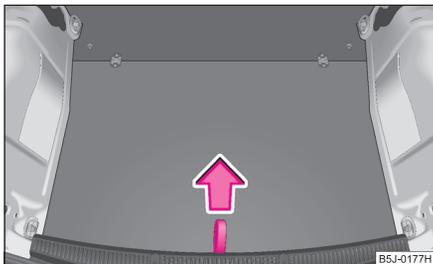
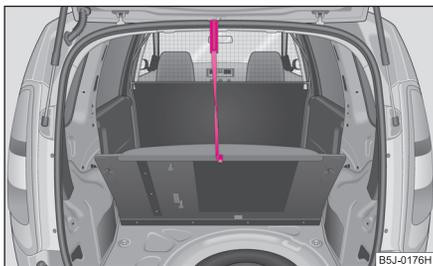

Fig. 198 Lazo para levantar el piso de carga
Fig. 199 Sujeción del piso de carga por medio de un gancho de plástico
- Levantar el piso de carga por el lazo ⇒ fig. 198 y fijarlo por medio de un gancho de plástico (éste se ubica debajo del borde del piso de carga) en el borde superior del marco del portón posterior ⇒ fig. 199. ■